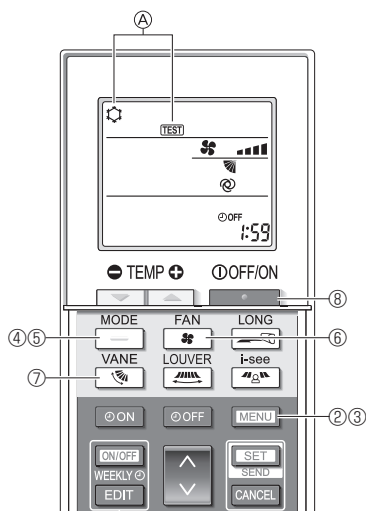

Fig. 7-5
- Πατήστε το κουμπί [MENU] για 5 δευτερόλεπτα. (Fig. 7-5)
Εμφανίζεται η ένδειξη ① [TEST] (Δοκιμαστική λειτουργία) και η τρέχουσα κατάσταση λειτουργίας. (Fig. 7-5)